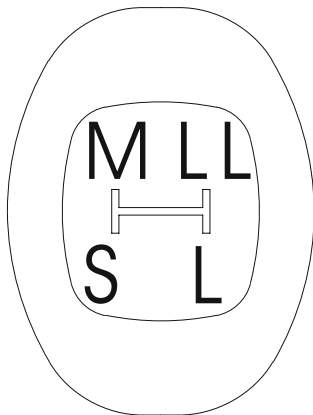

Abb. 1
Multifunktionsanzeige (Abb.1) = 3 W
Die Gruppenschaltung (Abb. 1) ist synchronisiert (so wie Gangschaltung) Abb. 2, d. h. während der Fahrt kann von der Gruppe S–M–L–LL u. Gang 1 – 4 und umgekehrt geschaltet werden.
Kontrollleuchte mit 2 Pfeilen für Vor- u. Rückwärtsfahrt (Abb. 2) blinkt grün. Fahrtrichtung über Fahrtrichtungsschalter (Abb. 1) in gewünschte Position bringen, Kontrollleuchte (Abb. 2) 1 Pfeil blinkt auf und zeigt die Fahrtrichtung an. Gleichzeitig ertönt ein Summton bis Schaltvorgang beendet ist. Kontrolllampe leuchtet grün, Kupplungspedal (Abb. 5) lösen, Traktor fährt an. (z. B. Rückwärts ↓)
- ◆ Fahrtrichtungsschalter Wendegetriebe (Abb. 1)